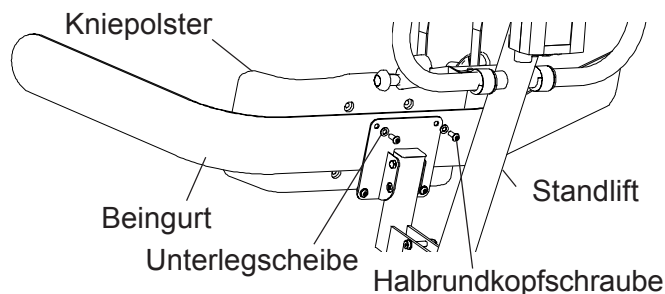

ABBILDUNG 4 - AUSTAUSCHEN DES OPTIONALEN BEINGURTS
AUSTAUSCHEN DES OPTIONALEN BEINGURTS (ABBILDUNG 4)
1. Entfernen Sie die beiden (2) OBEREN Halbrundkopfschrauben und Unterlegscheiben, mit denen das Kniepolster und der alte Beingurt am Standlift angebracht sind.
2. Entfernen Sie die beiden (2) UNTEREN Halbrundkopfschrauben und Unterlegscheiben, mit denen das Kniepolster und der alte Beingurt am Standlift angebracht sind.
4. Platzieren Sie den neuen Beingurt gemäß **ABBILDUNG 4** zwischen den vier (4) Schraublöchern.